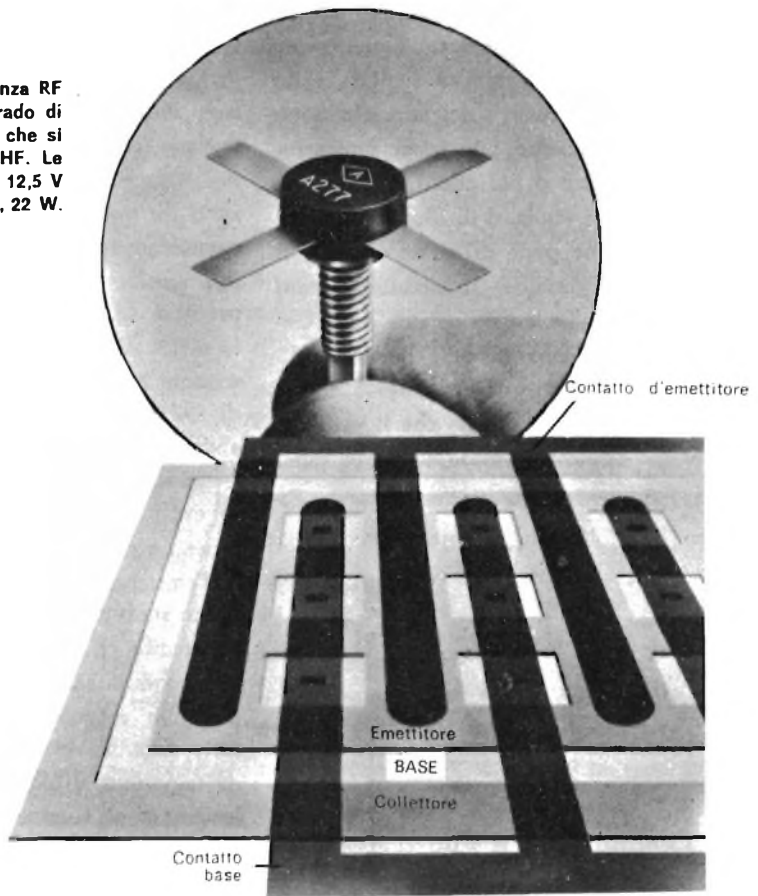

**Fig. 4 - Transistori complementari al silicio da 4 A 35 W per tensioni comprese tra 40 V e 80 V.**
**Prodotti nuovi** - La Motorola ha presentato una nuova serie di transistori al silicio complementari di potenza, identificati con le sigle 2N5190, 2N5191, 2N5192, 2N5193, 2N5194 e 2N5195; le sei nuove unità possono sopportare fino a 4 A con 35 W di dissipazione e vengono offerte in coppie equivalenti in versioni da 40 V, 60 V e 80 V. Progettati per amplificatori push-pull simmetrici ad accoppiamento diretto, gli elementi della serie sono racchiusi in involucri Thermopad, esclusivi della Motorola (*fig. 4*).